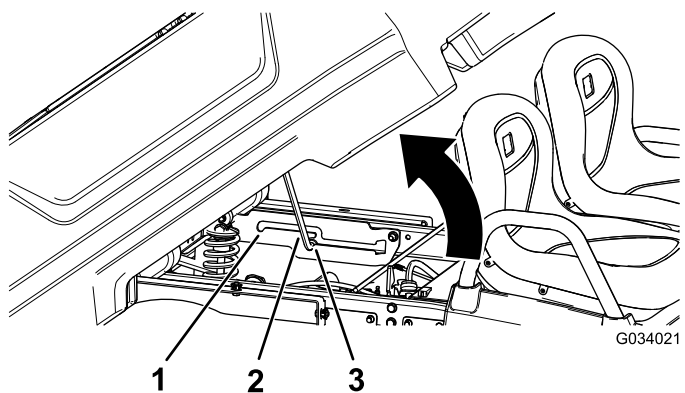

図 12
2. プロップロッドをダンプ位置の固定スロットにはめ込んで荷台を固定する 図 12。
2. プロップロッドを整備位置の固定スロットにはめ込んで荷台を固定する図 12。
2. 荷台の底部のスロットにはめ込んであった支え棒を外す図 12。